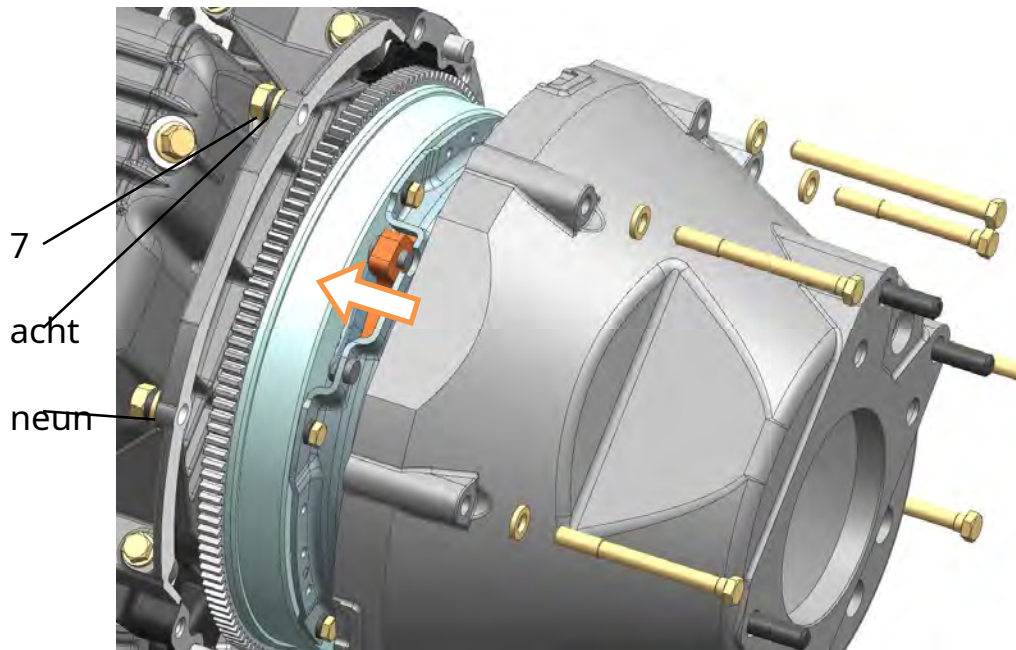

Abb. 192. Kupplungsgehäuse einbauen:
31. Kupplungsgehäuse 6 (Abb. 192) und Motorhebekonsole 2 einbauen, Anziehen der Befestigungsschrauben 1 mit Unterlegscheiben 3 und Befestigungsmuttern 4.7 mit Federscheiben 5.8 und Unterlegscheiben 9 mit einem Drehmoment von 41,2 ... 50,0 N·m (4,2 ... 5,1 kgf m).